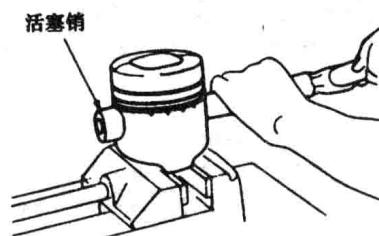

图1-4 用铜棒打出活塞销
- ④活塞销。在常温下,用铜棒将活塞销打出,如图1-4所示。若要重新使用原来的活塞销,拆卸时,每个活塞和活塞销应作标记。